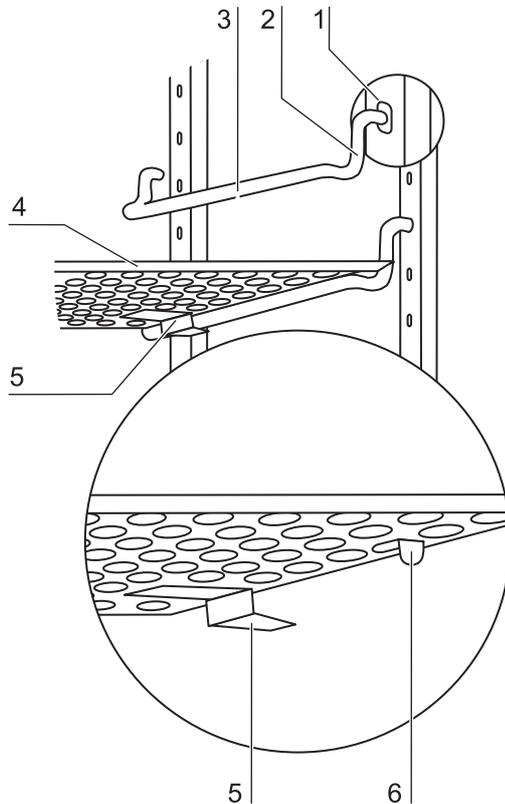

Figura 4-9. Colocación de los estribos de apoyo
1. Enchufe el estribo de apoyo en la perforación del perfil portante, de modo que la varilla de apoyo quede hacia abajo (Figura 4-9).
1. Empuje las bandejas sobre el estribo de apoyo con el dispositivo antivuelco (5/Figura 4-9), indicando hacia la pared posterior. El estabilizador sirve al mismo tiempo de guía del anaquel.
2. Levante ligeramente la bandeja, de modo que el tope de extracción (6/Figura 4-9) pueda ser conducido sobre el estribo de apoyo.